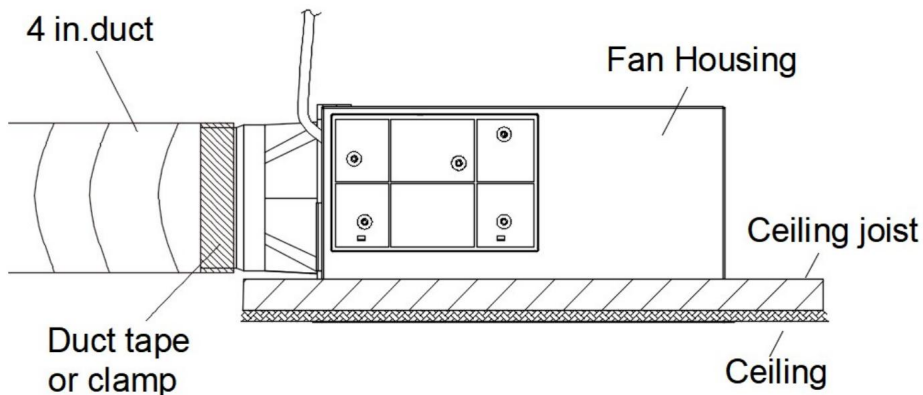

Fig. 6.
7. Installera en cirkulär 4 tums kanal (ingår ej) och fäst den med tejp eller klämmor (ingendera medföljer). Avsluta takarbetet. Takhålet ska vara i linje med kanten på fläkthuset. (Se bild 6.)